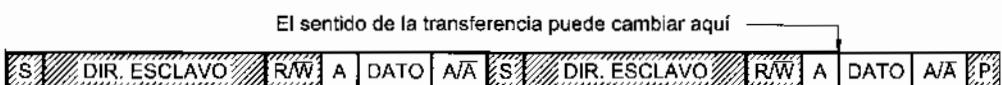

Figura 21-11 Formato combinado
- 3º **Formato combinado.** Una transferencia de datos siempre acaba con una condición de Stop generada por el maestro. Sin embargo, si un maestro todavía desea comunicarse con el bus puede generar repetidamente condiciones de Start y dirigir a otro esclavo sin generar primero la condición de Stop (figura 21-11). Durante un cambio de dirección dentro de una transferencia, la condición de Start y la dirección del esclavo se repiten, pero con el bit R/W invertido.
op (figura 21-11).